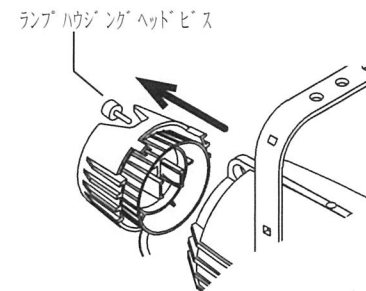

図 13
1. 清掃中に電球を破損しないように注意して下さい(図 13)。ランプハウジングの後部にあるヘッドビスを緩めランプハウジングを本体からまっすぐに引き出して下さい。